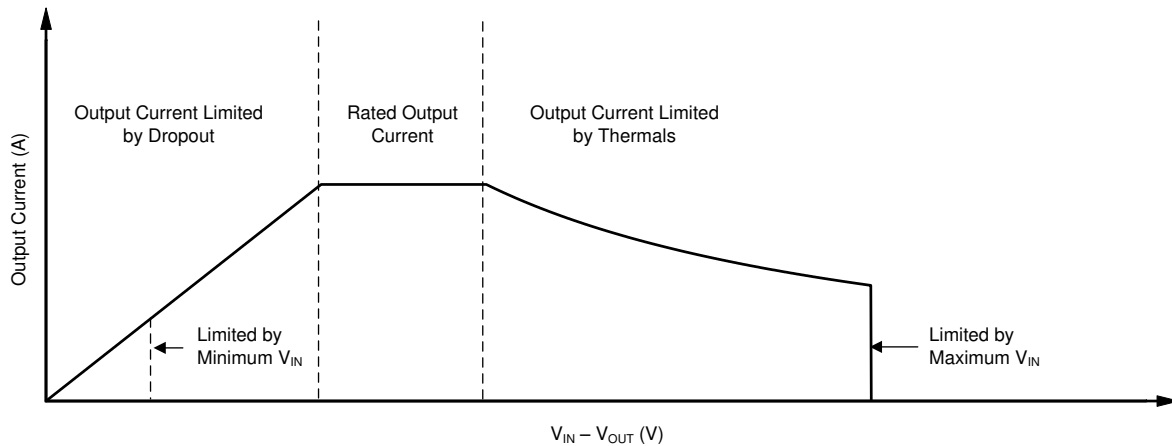

図 7-3. 領域の説明を記載した連続動作の図
LDO の動作領域は、ドロップアウト電圧、出力電流、接合部温度、入力電圧によって制限されます。リニア レギュレータの連続動作に推奨される領域は 図 7-3 に示されており、次の領域に分類できます。
- 図 7-3 では、傾きの形状を確認できます。傾きが非線形になるのは、LDO の最大定格接合温度が LDO 全体での電力損失によって制御されるためです。したがって、 $V_{IN} - V_{OUT}$ が増加すると出力電流が減少する必要があります。